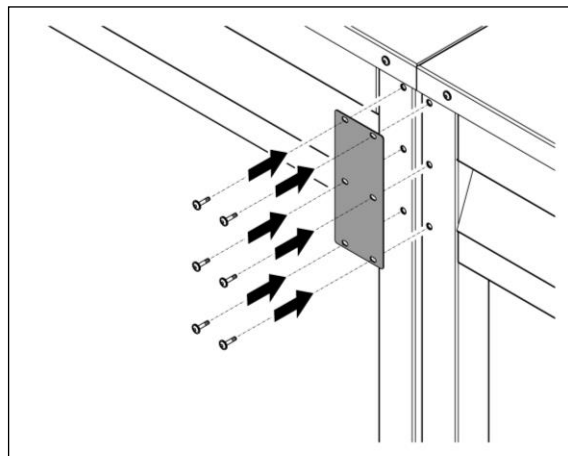

Abb. 4a
1. Geräte auf der Gast- **und** Bedienseite mit jeweils einem Modulverbindungsblech und den zuvor entnommenen Schrauben verbinden. **Abb. 4a**